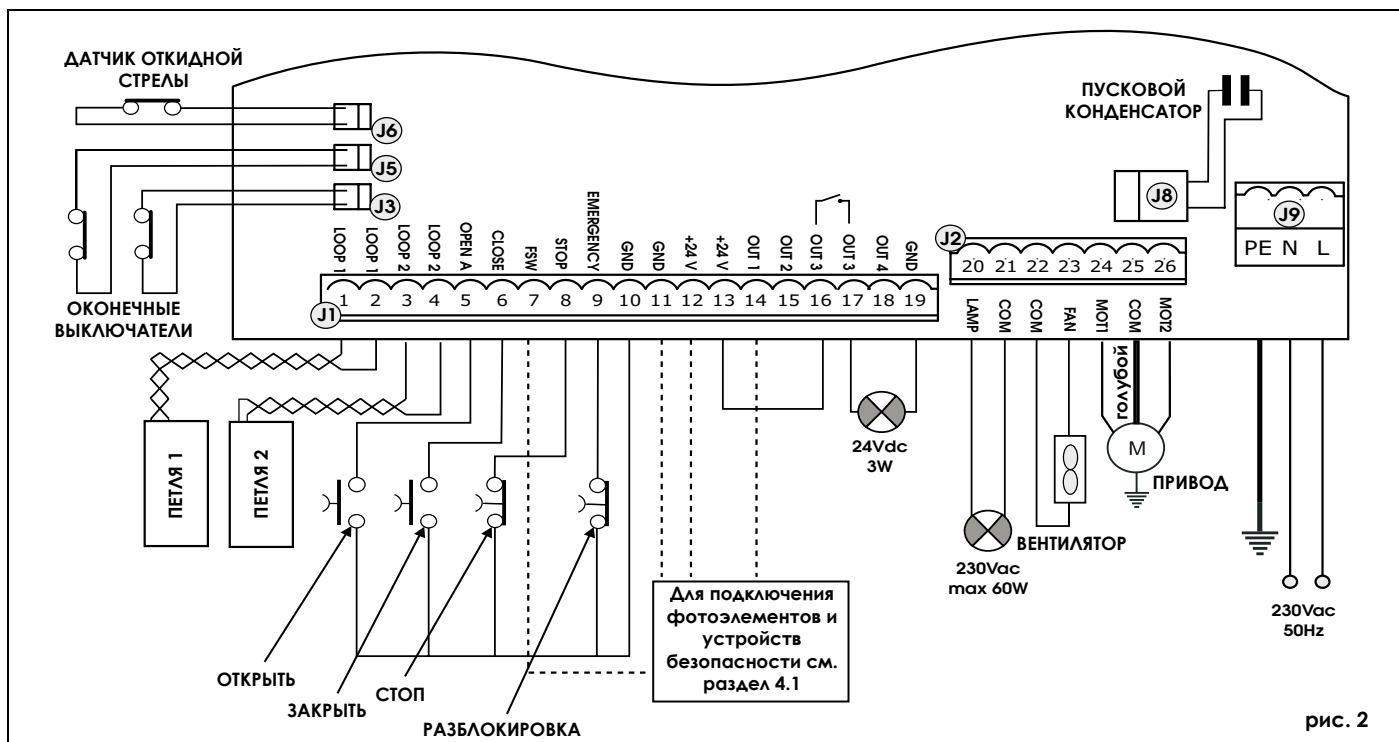

рис. 2
- Подсоедините кабель заземления к соответствующему контакту разъема J9 платы управления (см. рис. 2).
4.2. КЛЕММНЫЙ РАЗЪЕМ J1 – Дополнительные устройства (рис. 2)
Если требуется использование индикаторной лампы (24 В, 3 Вт максимум), то подключите ее к данным контактам (см. рис. 2).
4.3. КЛЕММНЫЙ РАЗЪЕМ J2 – Привод, сигнальная лампа и вентилятор (рис. 2)
4.4. РАЗЪЕМ J8 – Пусковой конденсатор (рис. 2)
4.5. КЛЕММНЫЙ РАЗЪЕМ J9 – Питание (рис. 2)
4.6. РАЗЪЕМЫ J3 и J5 – Оконечные выключатели открывания и закрывания (рис. 2)
4.7. РАЗЪЕМ J6 – Датчик положения откидной стрелы (рис. 2)
4.8. РАЗЪЕМЫ J11A, B, C – Карта индукционного металлодетектора (рис. 2)
4.9. РАЗЪЕМ J4 – Карты декодеров и приемников (рис. 2)